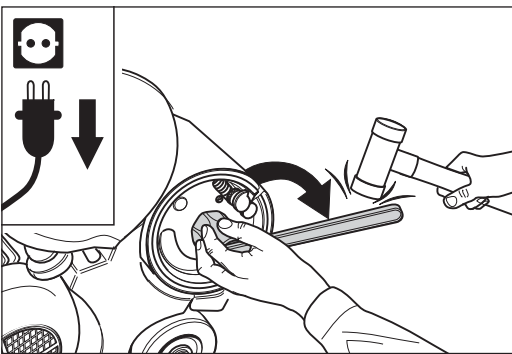

Abb. 75 Die Walzenmutter **im Uhrzeigersinn** lösen (**Linksgewinde**), gegebenenfalls mit einem gedämpften Schlag. **Niemals einen Stahlhammer benutzen!**
- 6 Stecken Sie den Walzenschlüssel (siehe Werkzeugtasche) auf die Mutter an der Schleifwalze. Drehen Sie die Mutter **im Uhrzeigersinn (Linksgewinde)** von der Schleifwelle (Abb. 75)!